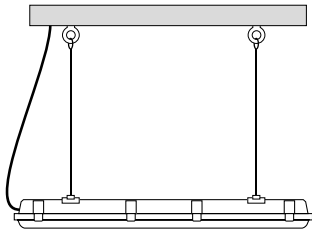

Рис. 2. Установка светильника подвесным способом
- 3.2. Для подвешенного монтажа (рис. 2) закрепите на потолке рым-болты для тросов (в комплект не входят).